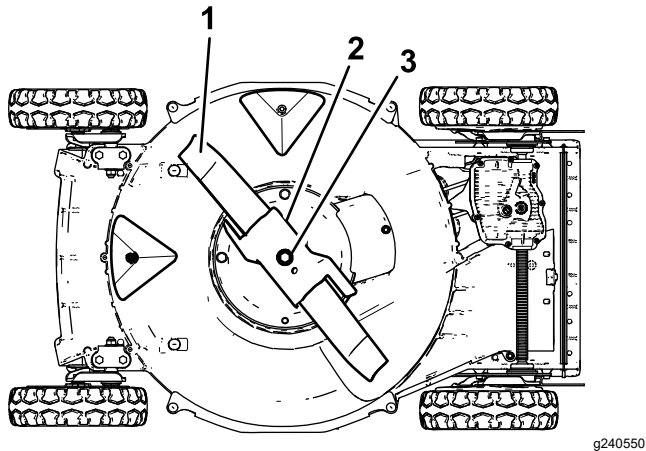

Figura 23
3. Incline a máquina para o lado como se mostra na Figura 23.